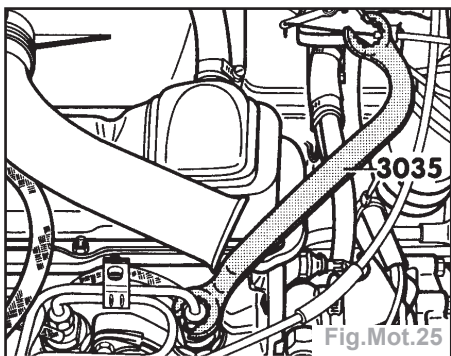

Fig.Mot.25
- Déposer les conduites d'injection à l'aide d'une clé polygonale ouverte (Fig.Mot.25).